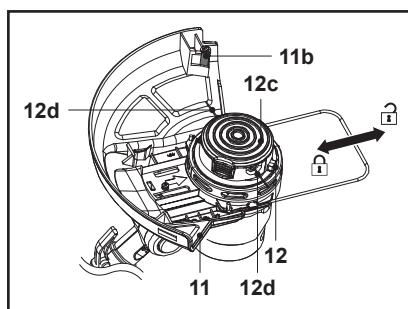

Fig. 21
1. Întoarce capul de tăiere (12) cu susul în jos.
2. Apasă butonul de eliberare (12g) trăgând în același timp de firele de tăiere (12d). Bobina de tăiere (12c) va elibera firele de tăiere (fig. 21).